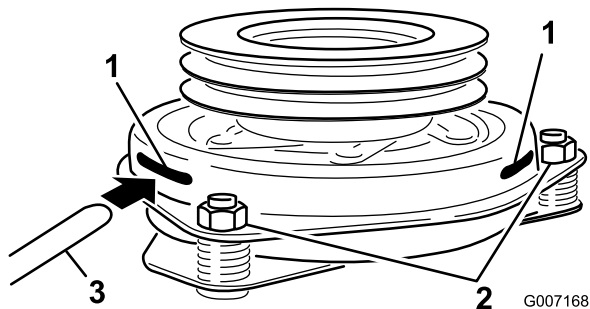

Figura 66
8. Introduzca una galga de 0,381–0,533 mm por una ranura de inspección en el lateral del conjunto. Asegúrese de que esté entre las superficies de fricción del rotor y el inducido (Figura 66).
9. Apriete las contratuercas hasta fijar ligeramente la galga pero dejando que ésta se pueda mover con facilidad en la separación (Figura 66).